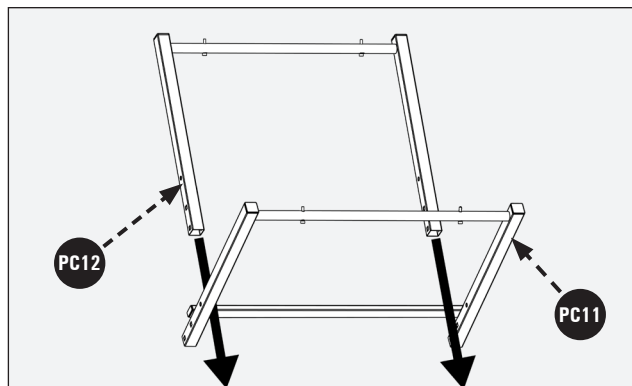

FIGURE 1
1. Monter la pièce 2 du cadre du support (PC12) sur la pièce 1 du support (PC11) qui croise le support comme illustré Figure 1.